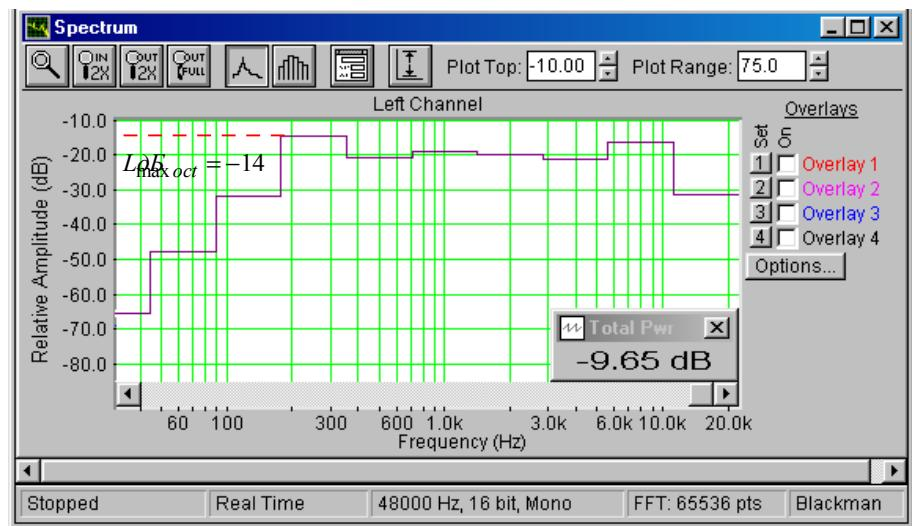

Рис. 5.5. АЧХ громкоговорителя с усреднением в октавной шкале частот
- На АЧХ, снятой с помощью розового шума с усреднением в интервале 1 октава (рис.5.5), измерьте уровень максимальной чувствительности громкоговорителя  $L_{max}$ , результат занесите в табл.1.